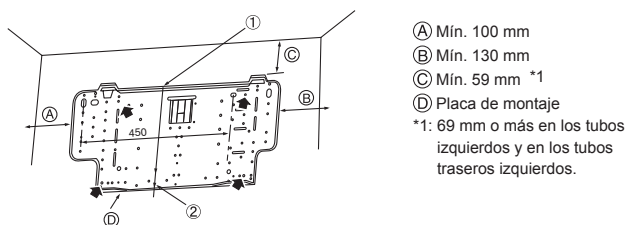

Fig. 3-3
- ▶ El soporte de montaje se fijará por ambos extremos y por el centro, si es posible. No lo fije nunca por un solo punto o de manera asimétrica. (Si es posible, sujete el soporte por todos los lados marcados con una flecha gruesa.) (Fig. 3-3)